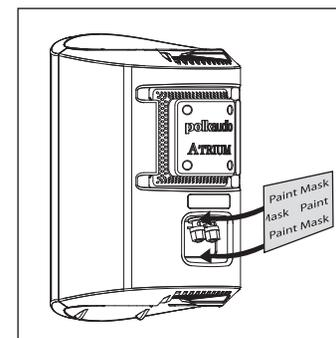
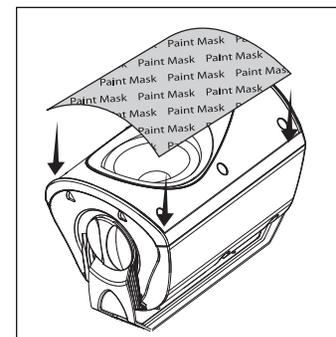

FIGURA 6: Coprire i terminali cilindrici sulla parte posteriore del diffusore.
FIGURA 7: Coprire i driver e i diaframmi.
2. Coprire con il materiale di mascheratura i terminali cilindrici sulla parte posteriore del diffusore [Figura 6], i pannelli terminali e le manopole della staffa, e coprire attentamente la parte anteriore del diffusore per proteggere i driver e i diaframmi durante la verniciatura [Figura 7]. Sulla griglia c'è un logotipo; coprirlo se si preferisce non verniciarlo.